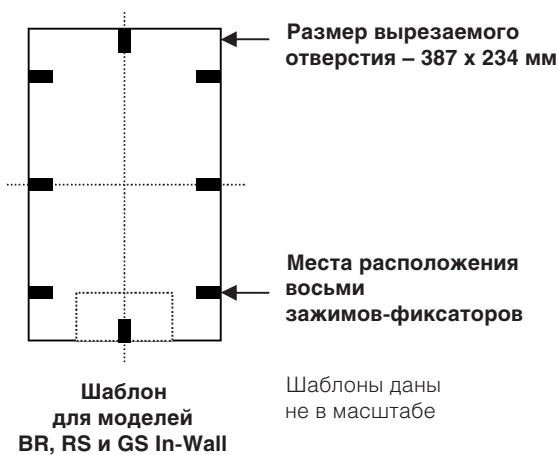

Рис. 1
1. При определении места и размеров вырезаемого отверстия используйте шаблон. На Рис. 1 показан шаблон для моделей BR, RS и GS In-Wall, а на Рис. 2 – для моделей Radius In-Wall. Липкий слой сохраняет свои свойства при многократном использовании.